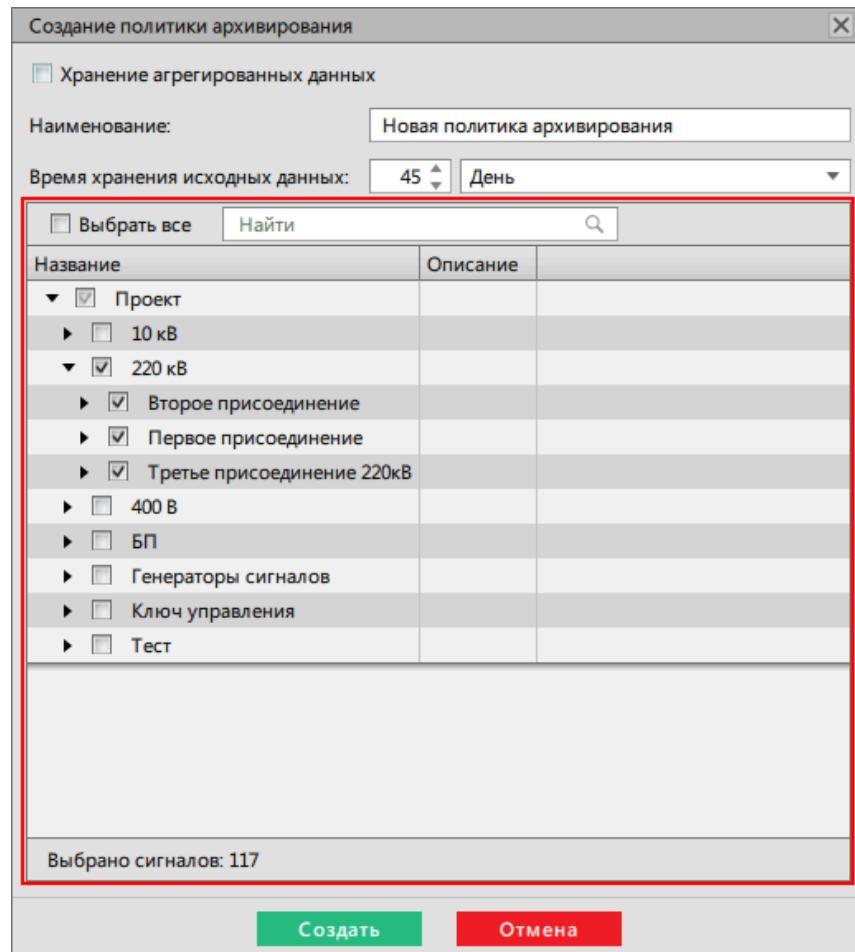

Рисунок 273 - Дерево проекта
4. Выберите сигналы из дерева проекта (Рисунок 273).